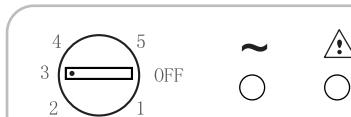

Fig. 3
- 1) Ruotare la manopola sulla posizione „0“ (Fig. 3).